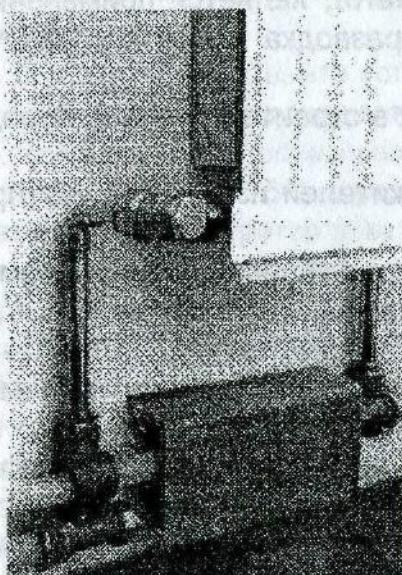

Рис.1. Скрещенное подключение отопительного прибора с использованием фиксируемых фасонных изделий.
1. Скрещенное подключение отопительного прибора (Рис.1).